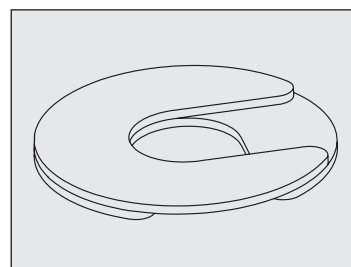

Рис. 10. Монтируйте несколько прокладок со смещением отверстий.
- Если используется более одной прокладки, убедитесь в том, что прорези в прокладках смещены относительно друг друга. См. рис. 10.
- **ЗАПРЕЩЕНО** использовать более четырех (4) прокладок для одного колесика.